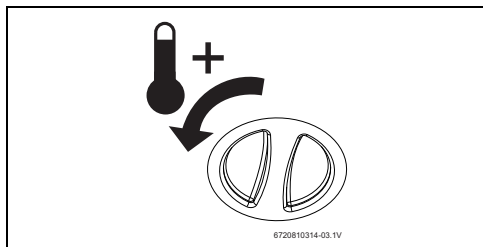

Fig. 12 Augmentation de la température
- ▶ Régler le limiteur de température sur la température maximum. Tourner pour cela le thermostat vers la gauche jusqu'en butée (→ fig. 12).